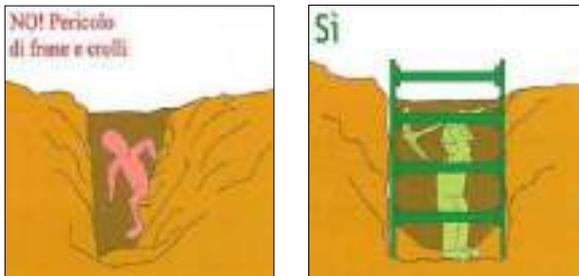

Figura 3
- La delimitazione del pozzetto verrà eseguita a seconda della durata dell'apertura con nastro fissato con tondini di ferro o con barriere/transenne (Figura 3) o new jersey di plastica riempiti d'acqua;